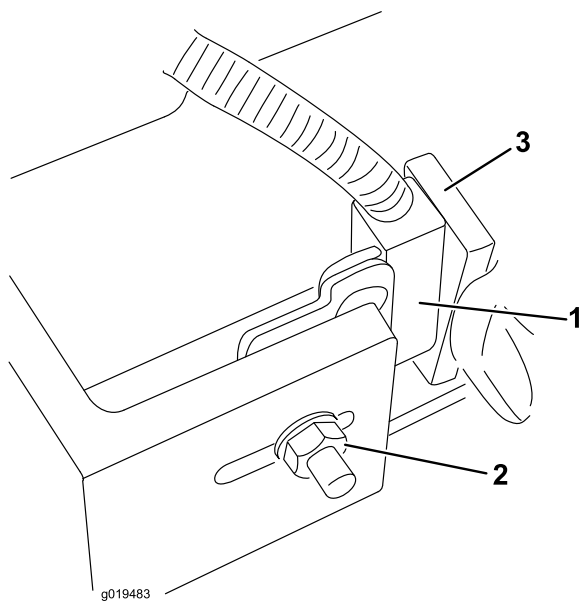

Figura 87
- Afloje la tuerca del perno de cuello cuadrado que fija el soporte del interruptor del brazo de elevación a los brazos de elevación N° 4, N° 6 y N° 7 (Figura 87).